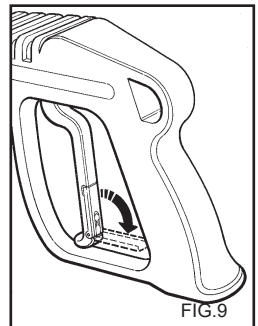

FIG. 9
- Stäng fästets skyddskåpa när rengöringsmaskinen inte används (fig. 9).